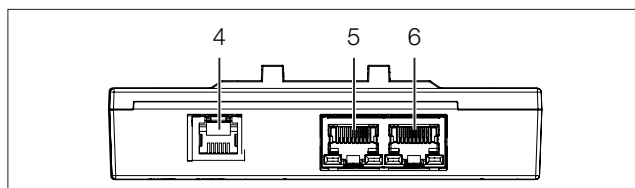

Abb. 12: Rückseite des Access Monitoring-Sensors
- Schließen Sie einen CMC III Zugangssensor VX (7030.128) am entsprechenden Anschluss an (Abb. 12, Pos. 4).
- Verbinden Sie den Access Monitoring-Sensor über ein CAN-Bus-Verbindungskabel mit einer CAN-Bus-Schnittstelle des Rittal Embedded Device bzw. der benachbarten Komponente im CAN-Bus (Abb. 12, Pos. 5, 6).
- Schließen Sie ggf. an der zweiten, freien CAN-Bus-Schnittstelle des Access Monitoring-Sensors (Abb. 12, Pos. 5, 6) eine weitere Komponente an (z. B. einen anderen Sensortyp).